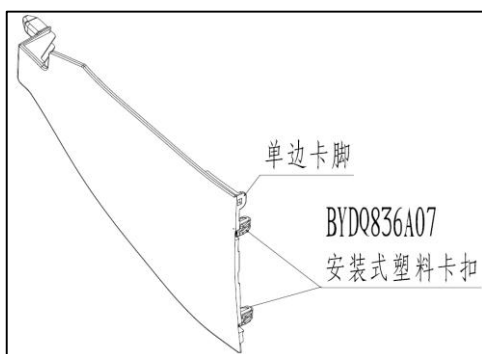

图 1.6.2 左前护板的拆卸
- (1) 卸下隔音板。
- (2) 右手用力顶着副仪表板本体，左手把左前护板上沿用力往外拉，使如图 1.6.2 所示的 3 个安装卡脚全部脱离，然后往后抽出盖板。
- (3) 副仪表板左前护板总成的安装：先把左前护板前端卡脚卡入空调箱体配合孔，再把左前护板后端配合孔对准副仪表板本体卡脚卡入，然后使左前护板后部 3 个个卡脚与相对的副仪表本体上的安装孔对准，用合适的力使卡扣安装紧凑，确保安装外观。